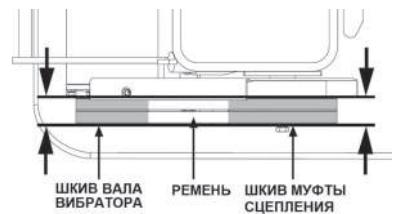

РИС. 20
5. Убедитесь, что ремни и шкивы вала вибратора и муфты сцепления находятся в одной плоскости (Рис. 20). Перекос не допускается.
- положение ремней и шкивов - они должны находиться в одной плоскости (Рис. 20).